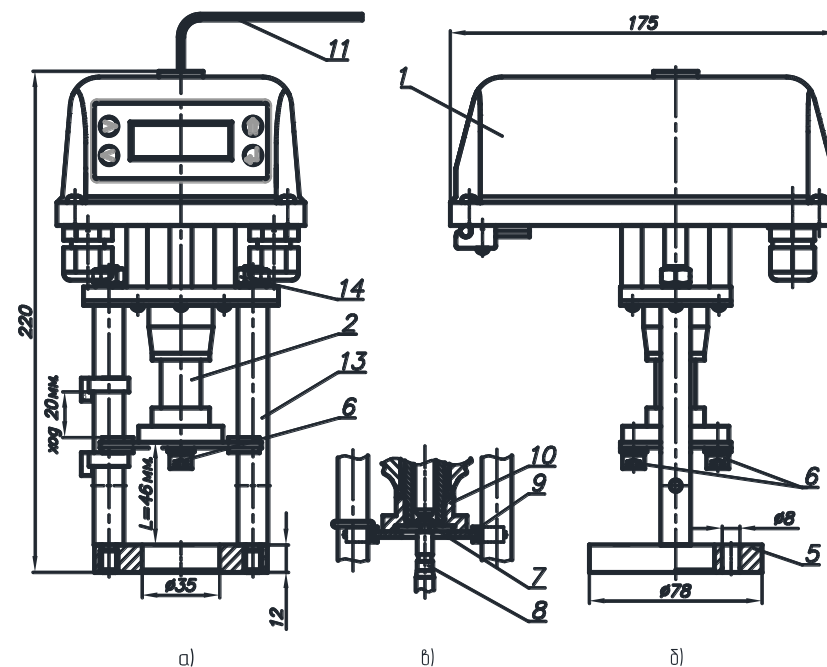

Рисунок 1 – ВЭП-228М
- электропривод (см. рис.1 – поз.1);
- винтовая передача (см.рис.1 – поз.2).